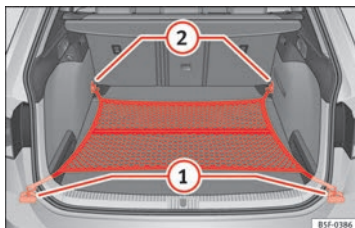

Fig. 110 En el maletero: bolsa de red enganchada a ras del piso (modelo LEON ST).
- Dado el caso, levante las argollas de amarre delanteras → fig. 110 (2).
- Fije los ganchos de la red en las argollas de amarre (2) → ⚠. La cremallera de la bolsa tiene que quedar hacia arriba.
- Fije los ganchos de la red en las argollas de amarre (1).